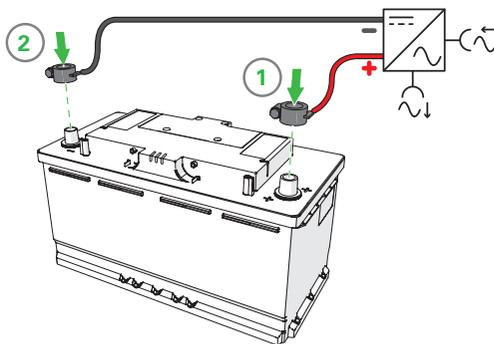

Figure 8.
2. Connecter la charge ou le chargeur à la borne X2 (+) de la batterie. (Figure 8)
3. Connecter la charge ou le chargeur à la borne X1 (-) de la batterie. (Figure 8)